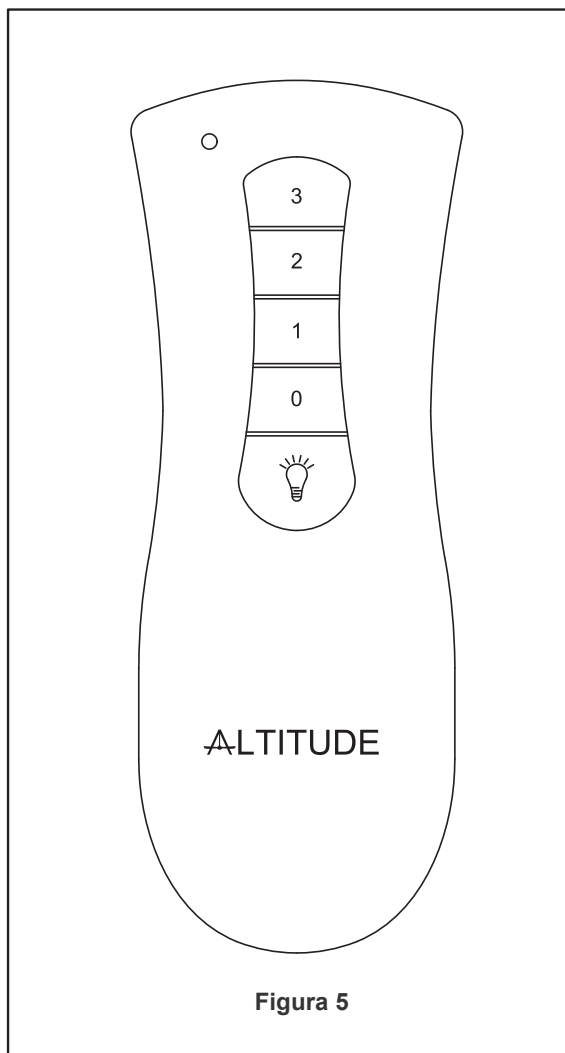

Figura 5
- Funciones remotas: (Figura 5)